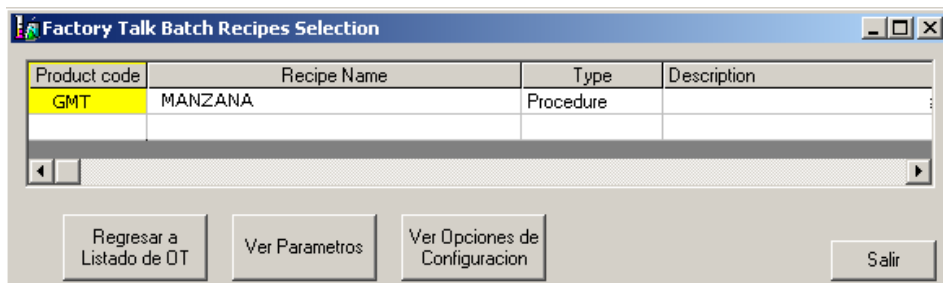

Figura 67. Pantalla de selecci n de r cipes
- Luego de seleccionar la orden de trabajo que se desea ejecutar en el sistema de gestión Batch se mostrará la pantalla de selección de récipes tal como se muestra en la Figura 67, en donde se listan todos los récipes creados en la aplicación *FactoryTalk Batch Recipe Editor* y además se resalta en color amarillo el r cipe asociado a la orden de producci n seleccionada para ejecuci n en el sistema de ejecuci n Batch.